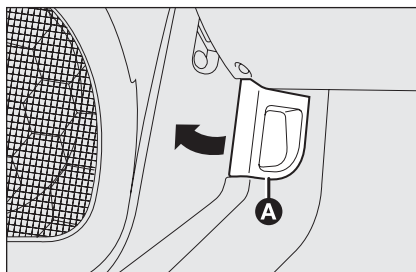

fig. 118
- ☐ tirer le levier **A-fig. 118** dans le sens indiqué par la flèche ;